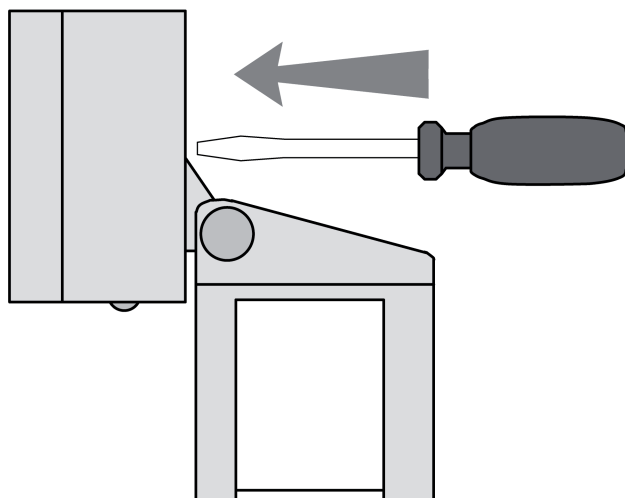

Bild 8
- Sensorkopf nach unten neigen. Schraube auf der Anschlussdose (5) lösen (Bild 8).
- Bodenplatte (6) von der Anschlussdose abnehmen.
- Schraube auf der Anschlussdose (5) lösen (Bild 8).